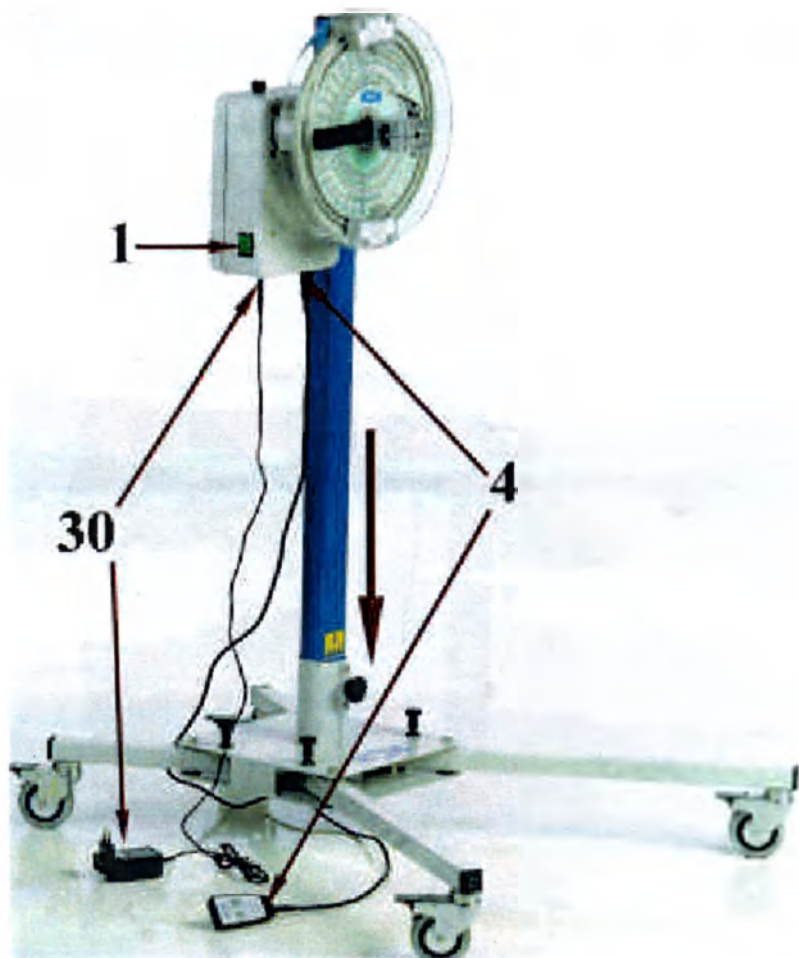

Рис. 4
☐ ☐ Убедитесь, что стойка крепко закреплена на основании и что она полностью вошла в него (поперечная линия, отмеченная на стойке, должна совпадать с верхней границей основания); фиксатор должен быть затянут, чтобы зафиксировать стойку (рис. 4).
□□Вставьте стойку в соответствии с Рис. 4. Убедитесь, что стойка крепко закреплена на основании и что она полностью вошла в него (поперечная линия, отмеченная на стойке, должна совпадать с верхней границей основания); фиксатор должен быть затянут, чтобы зафиксировать стойку.